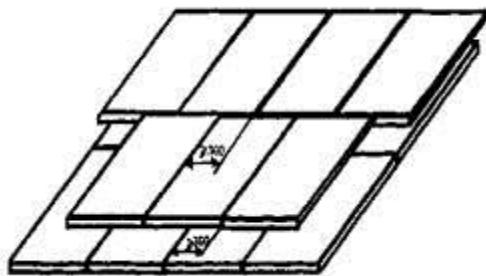

Рисунок 1 - Схема укладки теплозвукоизолирующих пенополистирольных плит
5.45. Керамзитовый песок рассыпают слоями с разравниванием рейкой по выставленным с помощью уровня профилям, начиная от стены, противоположной входу, и последующим уплотнением, а пенополистирольные плиты устанавливают насухо с обеспечением надежного примыкания к основанию и плотности стыков между плитами. Не допускается образование перекрестных швов пенополистирольных плит. При использовании двух и более слоев совпадение швов по вертикали не допускается. В связи с этим рекомендуется укладка слоев со смешением плит не менее чем на 300 мм в поперечном направлении (рисунок 1).